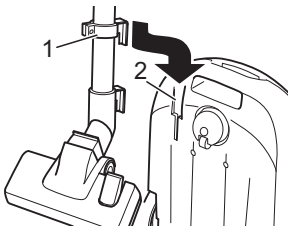

Abb. 16
■ Zum **Aufbewahren** können Sie den Verstauhaken (Abb. 16/1) in die Verstauhalterung (Abb. 16/2) unten am Bodenstaubsauger einhängen.